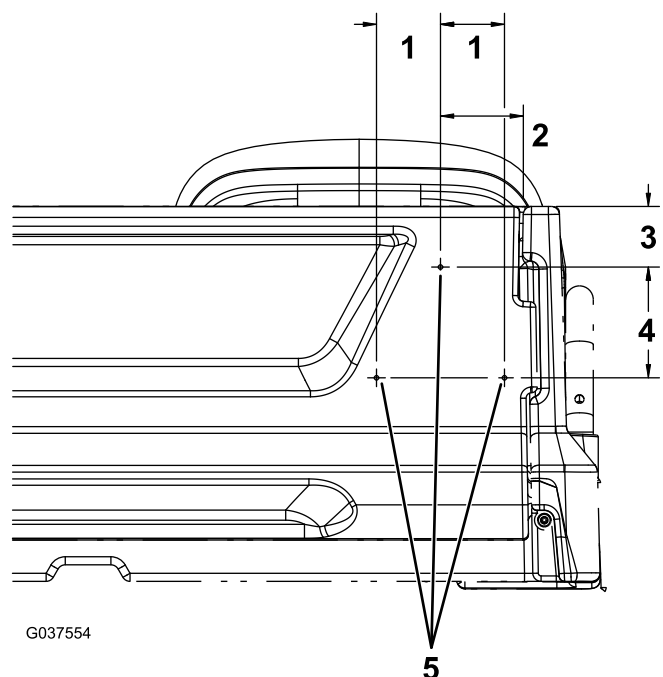

Рисунок 13
- С правой стороны заднего откидного борта отмерьте 95 мм от правого края заднего откидного борта и 70 мм от верхней части заднего откидного борта и отметьте эту точку (Рисунок 13).
- Отмерьте 128 мм вниз от отверстия, отмеченного в пункте 1, и 74 мм вправо и влево, поставьте здесь 2 точки (Рисунок 13).
- Просверлите отверстие диаметром 5 мм в каждой из трех отмеченных точек (Рисунок 13).